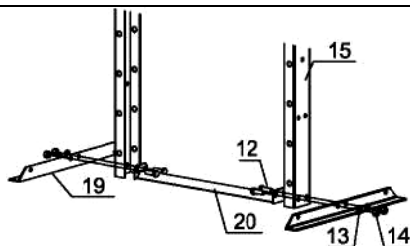

Рис. 1-2
3. Установите стойки рамы (15) в вертикальное положение. Вставьте каждую базовую опору (19) под стойки рамы (15) и поместите нижнюю опору рамы (20) между ними. Совместите отверстия для болтов и вставьте болты (12) в стойки рамы, секции основания и нижнюю опору рамы, затем закрепите их шайбами (13) и гайками (14). **См. рис. 1-2.**